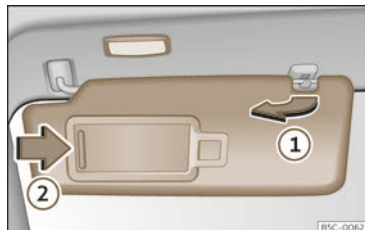

Abb. 115 Sonnenblende.
- Die Sonnenblende kann aus der Befestigung entnommen und zur Tür gedreht werden >>> (Abb. 115) ①.